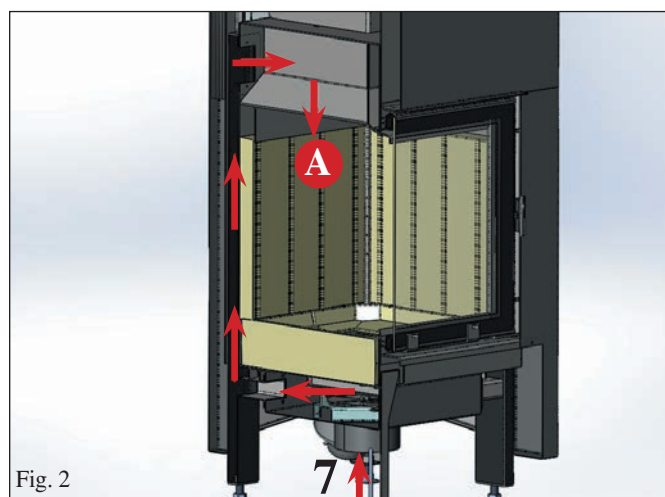

Fig. 2
**L'air de combustion primaire (A - fig. 2)**